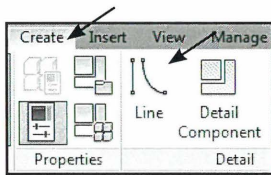

Fig. 03.04. Vælg Create - Line.
- Klik *Create - Line* (Fig. 03.04).